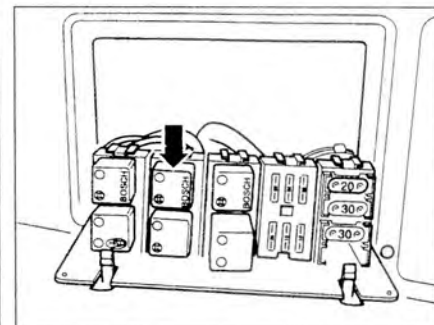

Рис. 2.63. Если насос не заработал, выключите зажигание и извлеките реле (стрелка) из блока реле под водительским сидением.
6. Если насос не заработал, выключите зажигание и извлеките реле (стрелка) из блока реле под водительским сидением (рис. 2.63).